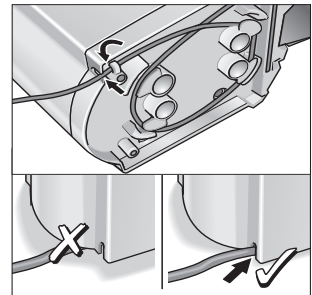

Fig. 3 : mise en place de la station
- Accrocher le reste du câble d'alimentation dans les crochets de câble. Veiller à ce que le câble d'alimentation soit conduit à travers l'orifice du boîtier (fig. 3).